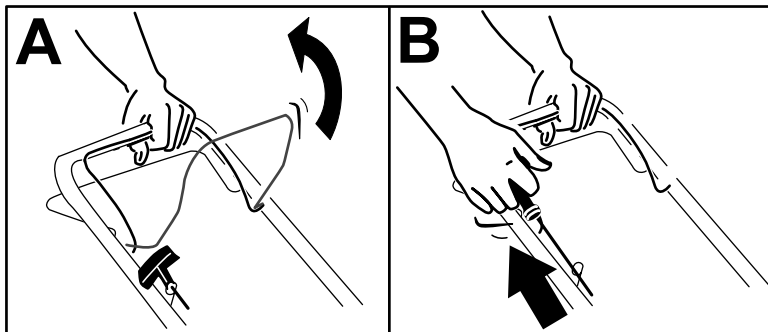

Рисунок 12
1. Удерживайте штангу управления ножом прижатой к рукоятке (вид А на Рисунок 12).
2. Потяните рукоятку ручного стартера (вид В на Рисунок 12).